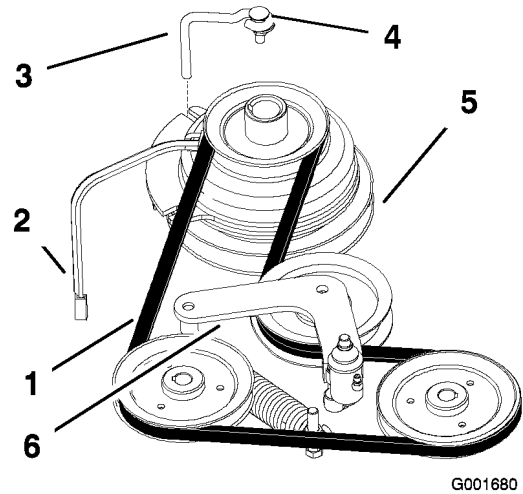

Figure 50
2. Retirez le boulon de la butée d'embrayage et débranchez le fil de l'embrayage électrique (Figure 50).
4. Retirez la courroie de transmission des poulies du moteur et des pompes hydrauliques (Figure 50).
5. Montez la courroie neuve sur les poulies du moteur et des pompes hydrauliques (Figure 50).
7. Relâchez la poulie rappelée par ressort (Figure 50).